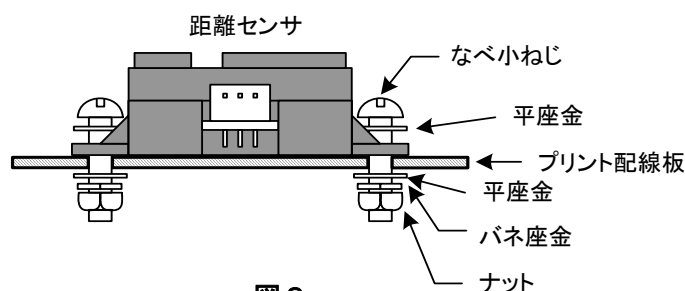

図 9
- ⑬ 距離センサ（SEN1）の取り付け方を図 9 に示す。